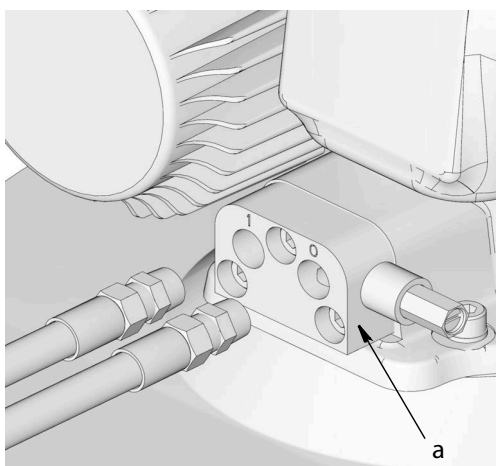

Рис. 2
3. Отсоедините выходную трубку от отверстия с отметкой 0 на переходном блоке насоса (а) (Рис. 2).
4. Отсоедините входную трубку (или извлеките заглушку) от отверстия с отметкой 1 на переходном блоке насоса (а) (Рис. 2).